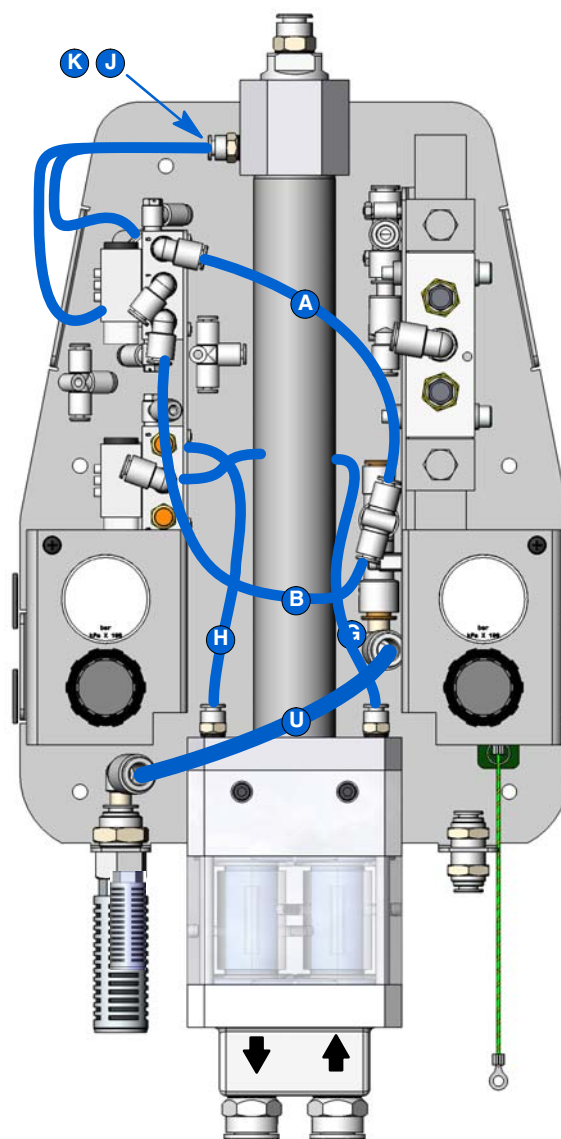
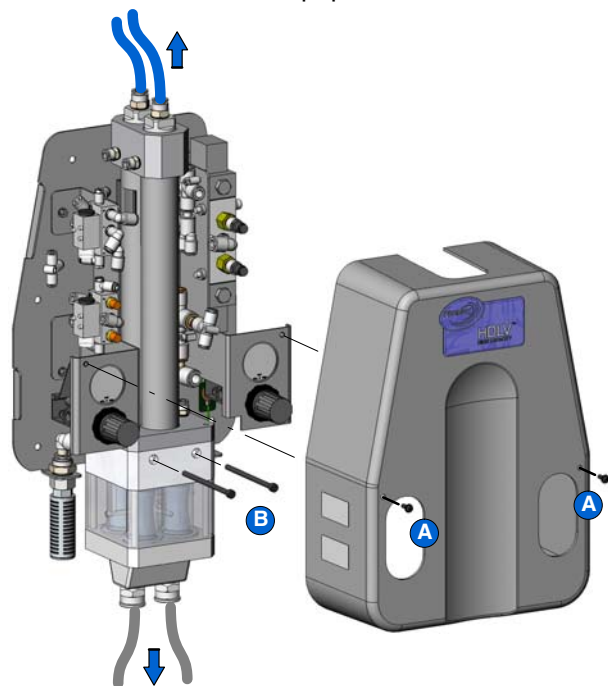

Figura 10 Deconectarea tubulaturii pentru aer
Figura 9 Demontarea ansamblului pompei
1. A se vedea Figura 9. Deconectați conductele pentru aer de purjare din partea de sus a pompei.
3. Desfaceți cele două șuruburi (A) și capacul de pe pompă.
4. A se vedea Figura 10. Deconectați un capăt al fiecăruia dintre cele șapte tuburi pentru aer indicate.
NOTĂ: Literele din Figura 10 corespund literelor din *Schema tubulaturii* de la pagina 22.
5. A se vedea Figura 9. Îndepărtați cele două șuruburi (B) care fixează ansamblul pompei pe bază. Scoateți ansamblul pompei și așezați-l pe o suprafață de lucru curată.